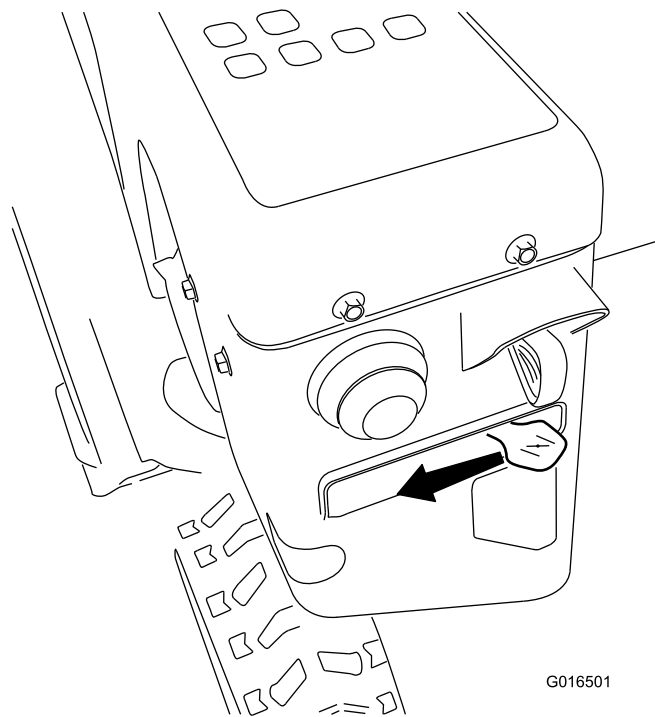

Рисунок 23
5. Переведите заслонку в положение СНОКЕ (Заслонка) (Рисунок 23).